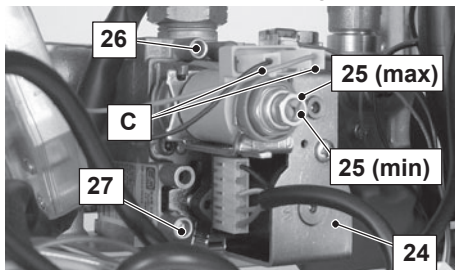

Figura 7.3
- A caldaia spenta (fuori servizio), controllare la pressione di alimentazione utilizzando la presa 27 in Figura 7.3 e confrontare il valore letto con quelli riportati nella tabella Pressioni di alimentazione gas nella sezione "Dati tecnici" pag. 18.
- Richiudere bene la presa di pressione 27 in Figura 7.3.
- Aprire la presa di pressione 26 in Figura 7.3 e collegare un manometro.
- Prelevare un'abbondante quantità d'acqua calda sanitaria. Confrontare il valore di pressione misurato con quello indicato nelle tabelle seguenti. Per tarare la pressione al bruciatore agire sul dado esagonale grande in ottone dell'operatore modulante 25 (max) in Figura 7.3 (ruotando in senso orario la pressione aumenta).
- Sconnettere il filo di alimentazione C dell'operatore modulante 25. Fare attenzione che non vada a toccare le parti metalliche della caldaia Figura 7.3.
- Per tarare la pressione al bruciatore agire sulla vite in plastica (25 (min) in Figura 7.3) tenendo fermo il dado esagonale in ottone grande (25 max in Figura 7.3) dell'operatore modulante (ruotando in senso orario la pressione aumenta).
peratore modulante Figura 7.3.
- Chiudere la presa di pressione 26 in Figura 7.3.